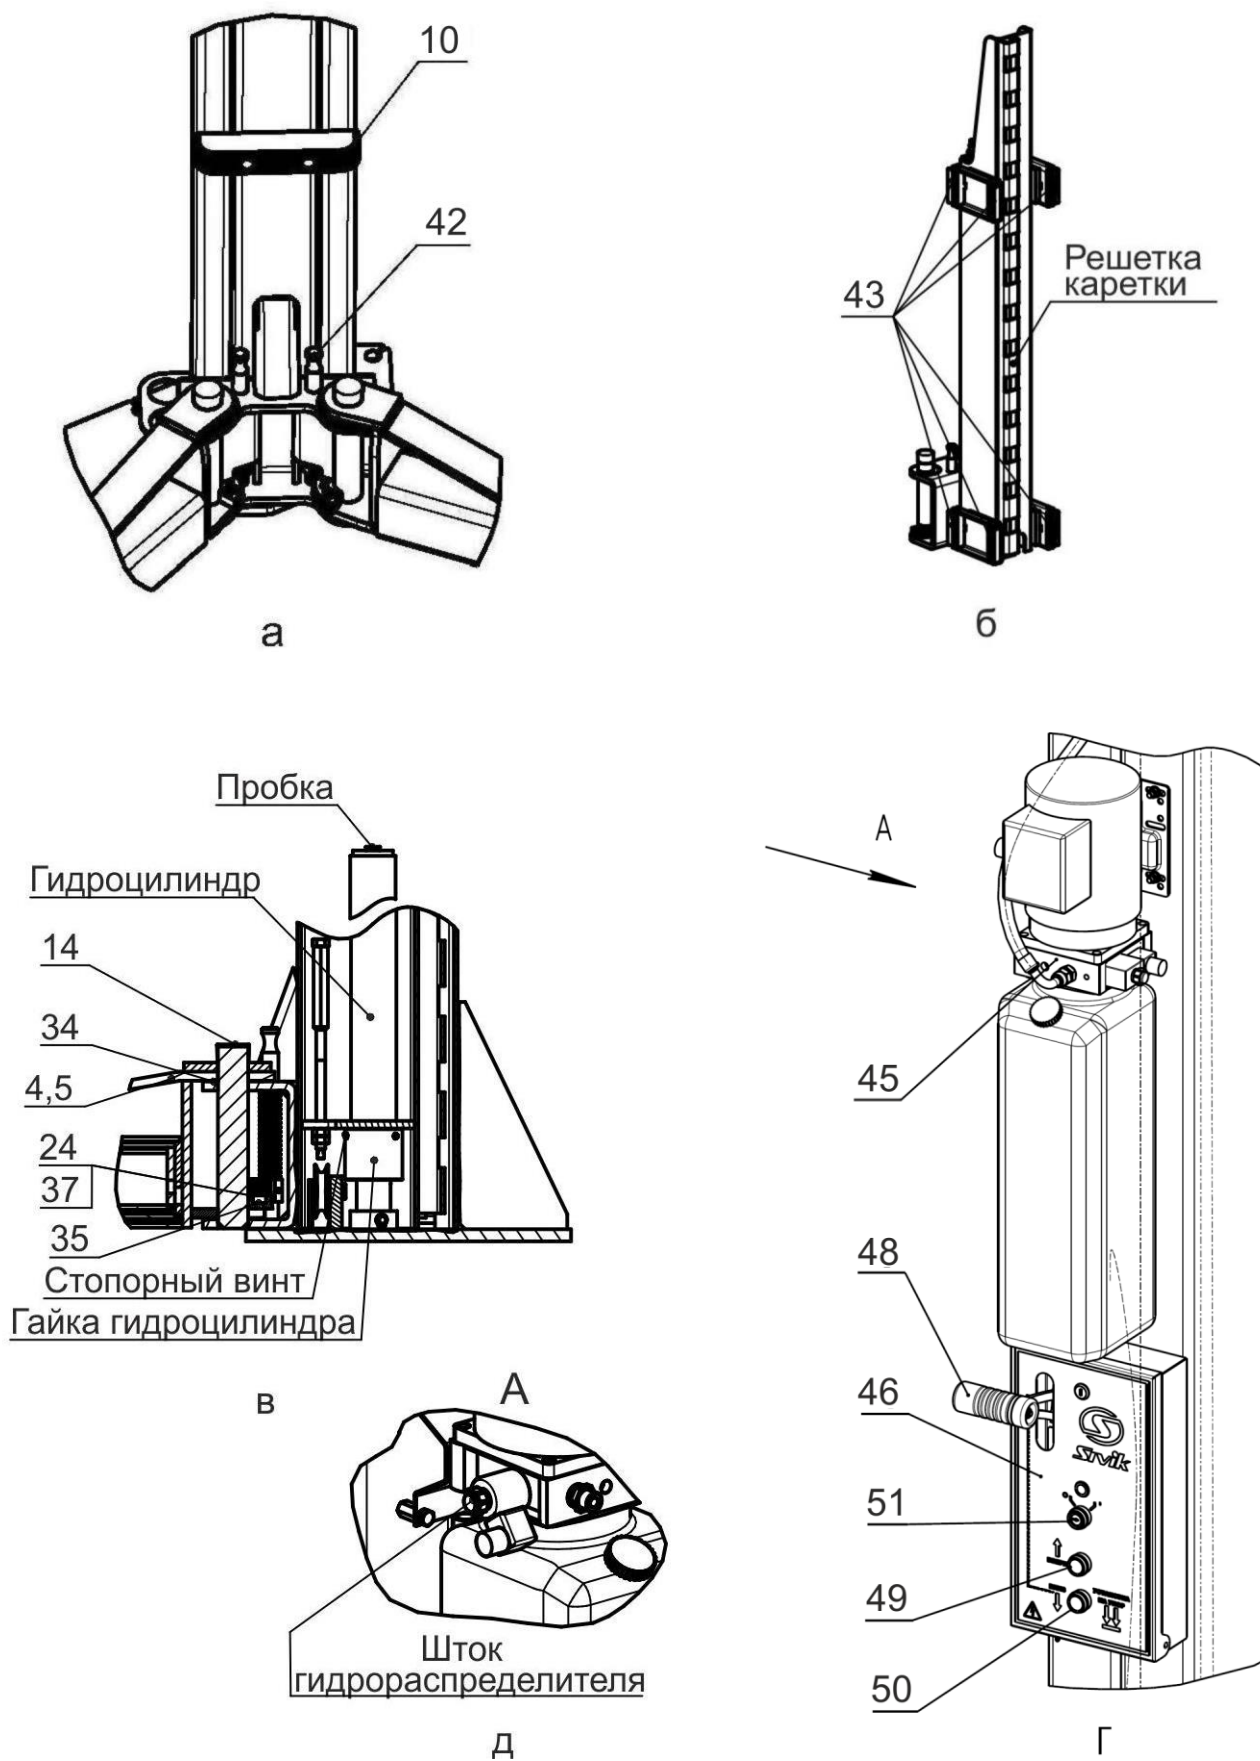
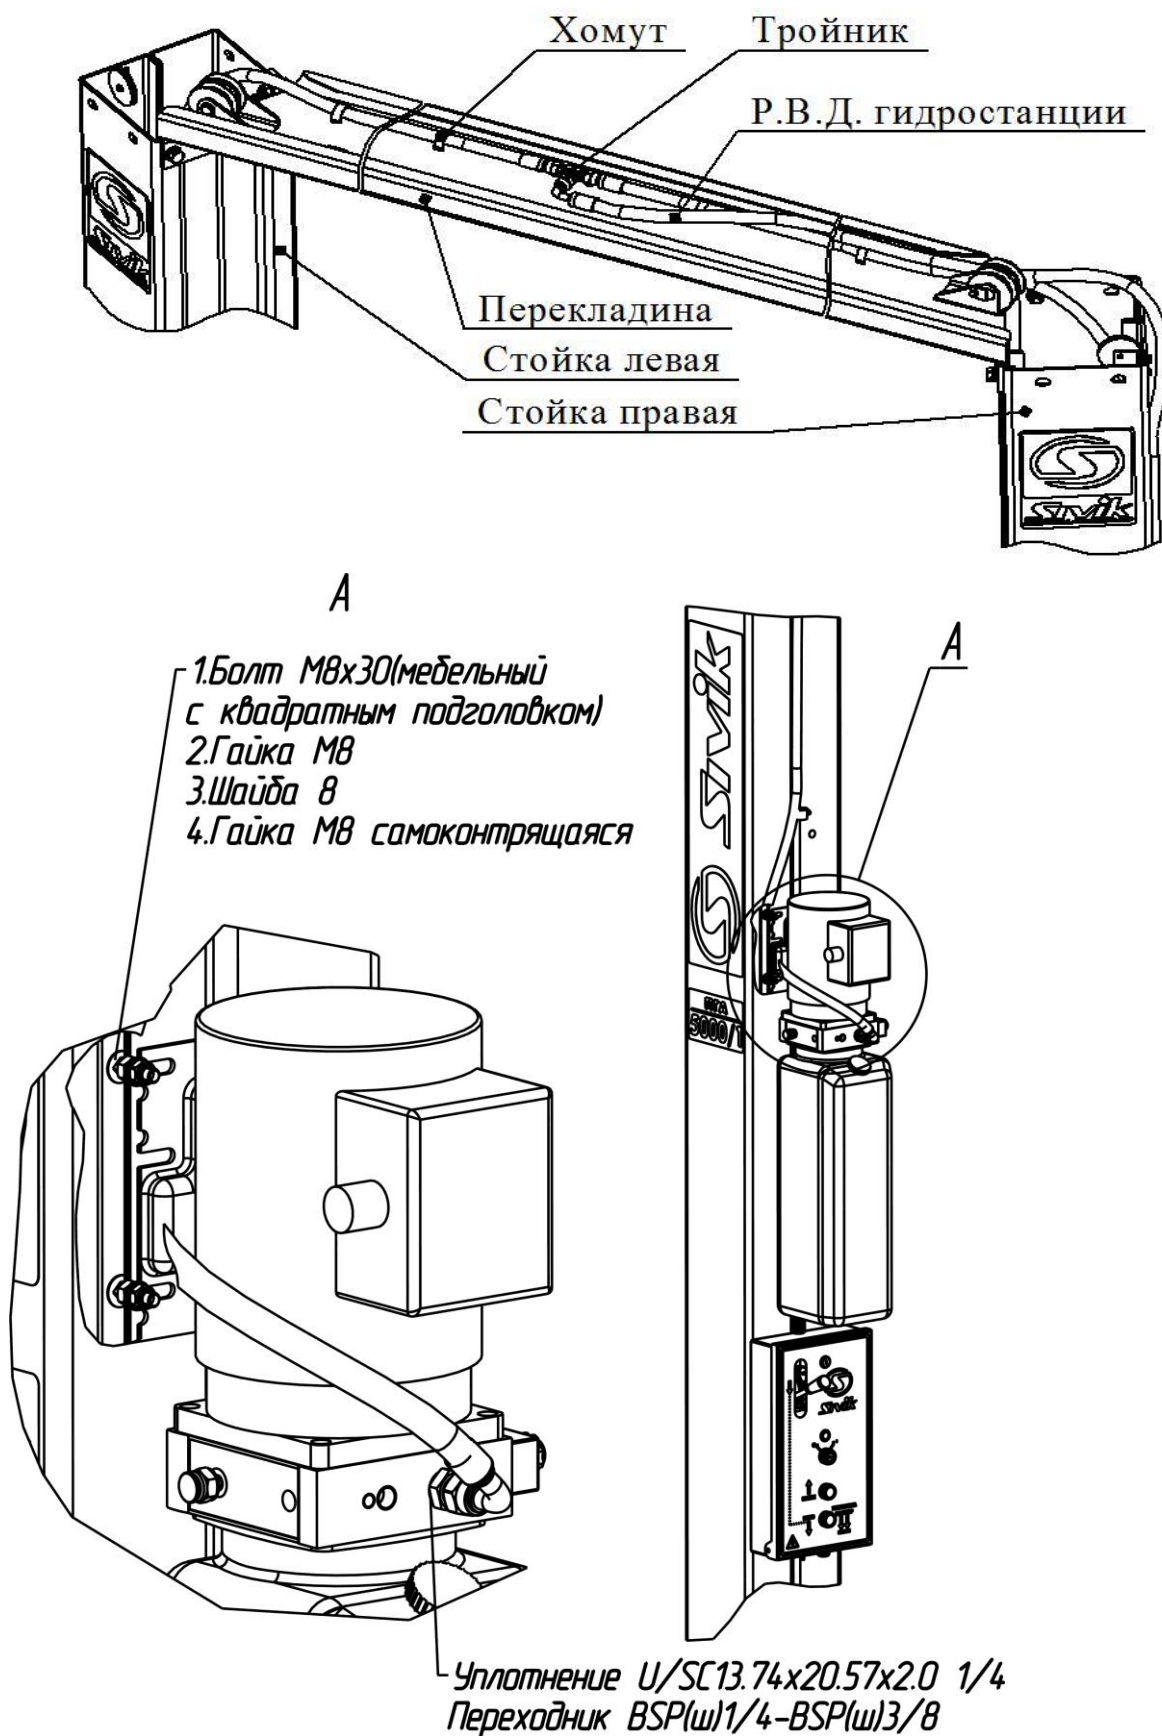

Рисунок 4.1
Рисунок 6.4 – Соединение рукава высокого давления и монтаж гидростанции
Подъемник (рисунок 3.1) состоит из двух стоек коробчатого сечения -правой 1 и левой 2, соединенных между собой перекладиной 3. В стойках размещены каретки 63 с закрепленными на них поворотными телескопическими подхватами 4 и 5 разной длины. На концах подхватов 4, 5 установлены опоры 7, подставки опоры 8, 9. Подхваты фиксируются стопорными устройствами 42 (рисунок 4.1 а), автоматически срабатывающими при подъеме автомобиля. При опускании кареток 63 в крайнее нижнее положение происходит автоматическое расстопорение подхватов 4 и 5. Каретки 63 приводятся в движение гидравлическими цилиндрами, установленными внутри стоек. Подъемник снабжен системой 62 тросовой синхронизации движения кареток 63.
Каждая каретка 63 (рисунок 4.1 б) снабжена полиамидными ползунами 43, скользящими по беговым дорожкам стоек 1 и 2. Каретки фиксируются на требуемой высоте стопорами-защелками 44 (рисунок 6.4), закрепленными на стойках 1,2 и входящими в зацепление с решетками на каретках 63.
На правой стойке (рисунок 4.1 г) размещена насосная станция 45 с пультом управления 46. Внутри насосной станции 45 находится клапан предохранительный, предотвращающий перегрузку в гидросистеме. Клапан предохранительный настроен на заданное давление и опломбирован.
Для предотвращения повреждения дверей автомобиля (при открывании) на каретки 63 установлены накладки 10, фиксируемые винтами М8х35 и шайбами 8 (рисунок 3.1 и рисунок 4.1 а).
Управление подъемником осуществляется рычагом 48 (рисунок 4.1 г) и двумя кнопками 49 и 50, установленными в пульте управления 46. Рычагом 48 осуществляется расстопорение кареток 63, а кнопками 49 и 50, подъем (кнопка 49) и опускание (кнопка 50) кареток 63.
ВНИМАНИЕ! Перед сборкой проверить затяжку гаек гидроцилиндров и стопорных винтов (рисунок 4.1 в).
6.5 Рукава высокого давления (Р.В.Д.) соединить между собой при помощи тройника, как представлено на рисунке 6.4. При затяжки гаек не допускается скручивание рукавов. Тройник должен располагаться горизонтально так, чтобы Р.В.Д. не касались тросов системы синхронизации. Рукава высокого давления зафиксировать на перекладине хомутами обжимными, болтами М6х20 (с квадратным подголовком), гайками М6 (самоконтрящиеся). Гидростанцию закрепить на правой стойке над пультом управления с помощью 4-х болтов М8 (с квадратным подголовком), гаек М8, шайб 8 и гаек М8 (самоконтрящиеся) (рисунок 6.4).
6.9 Открутить пробку бака насосной станции 45 и залить масло (около 12 л) до верхней метки «МАХ» (рисунок 4.1 г). Уровень масла контролировать визуально. Установить пробку бака на место.
- кратковременным нажатием на кнопку 49 (двигатель должен работать, вращение крыльчатки по стрелке на кожухе эл. двигателя, а из бака должно убывать масло, рисунок 4.1 г).
- отвернуть пробки у каждого гидроцилиндра на один оборот (рисунок 4.1в)